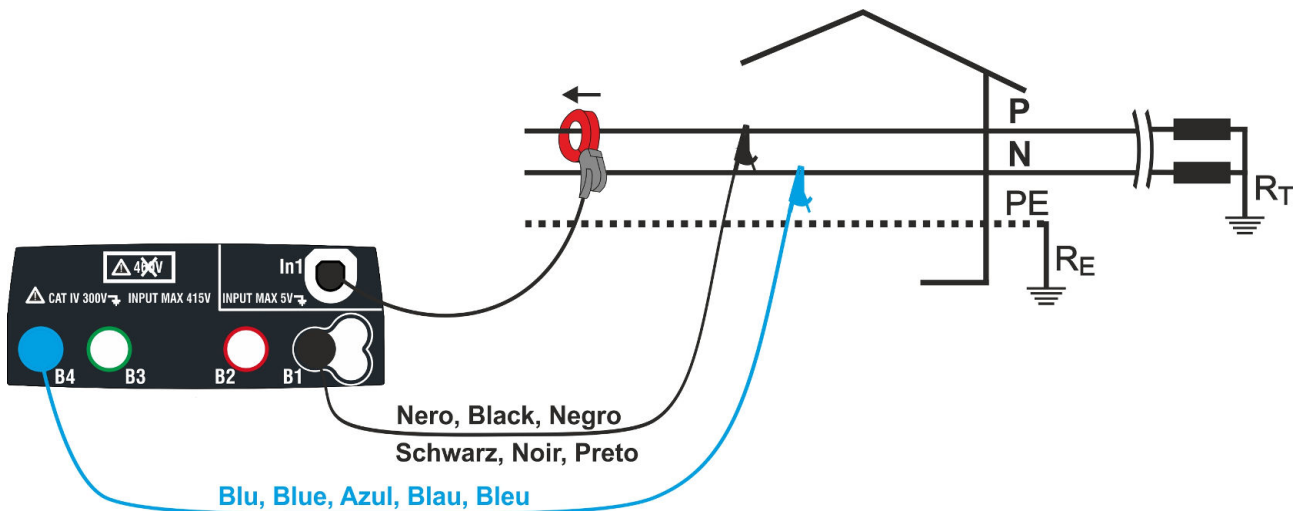

Fig. 37: Collegamento per misura su impianto Monofase
4. Inserire i connettori blu e nero dei cavi singoli nei corrispondenti terminali di ingresso dello strumento B4, B1. Inserire all'estremità dei cavi rimasta libera i corrispondenti coccodrilli o puntali. Connettere i coccodrilli, puntali alla fase P e N in accordo alla Fig. 37 per la misura della tensione in sistemi Monofase o alle fasi L1 e L2 in accordo alla Fig. 38 per la misura della tensione in sistemi Trifase equilibrati. Collegare la pinza esterna all'ingresso **In1** dello strumento e al conduttore di fase per sistemi Monofase o alla fase L3 per sistemi Trifase equilibrati. La freccia presente sulla pinza deve seguire il verso in cui fluisce la corrente, normalmente da generatore verso il carico come mostrato nelle Fig. 37 e Fig. 38.